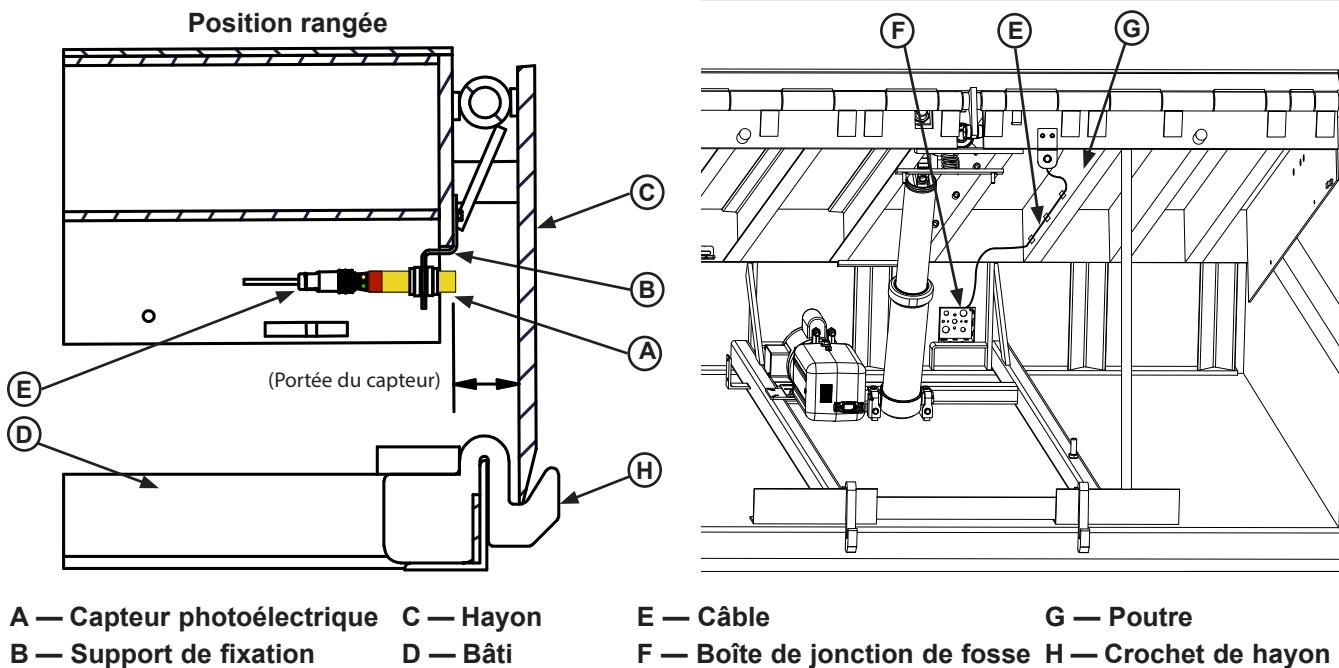

Figure 39
1. S'assurer que le nivelleur de quai est relevé et que la bêquille d'entretien est en place derrière la plaque de rive. Voir **figure 39**.